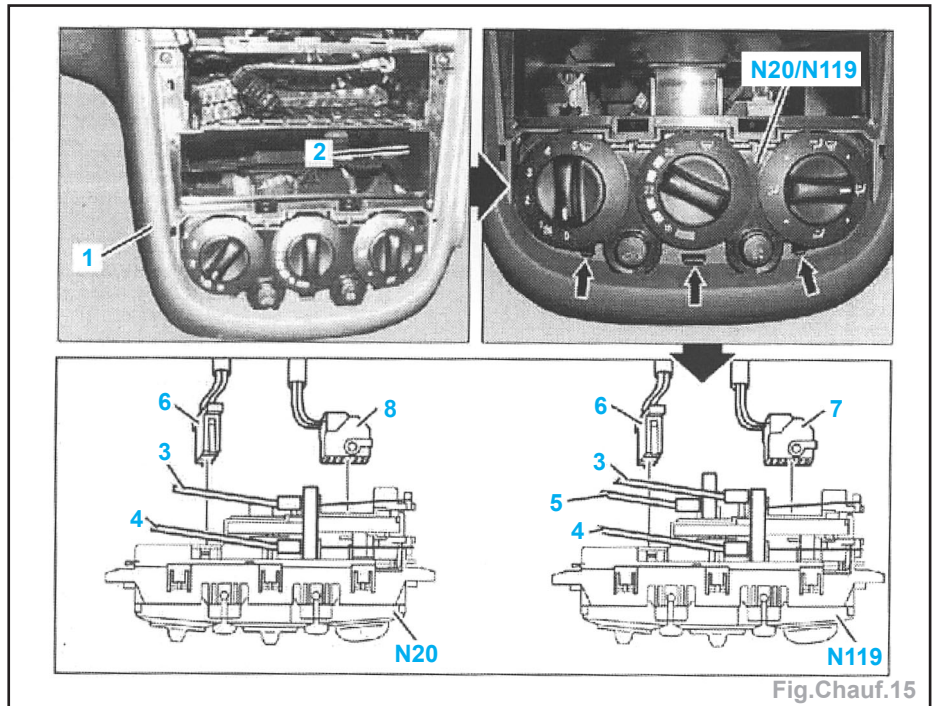

Fig. Chauff. 15
- Déposer (Fig. Chauff. 15) :
- le recouvrement (1) de console centrale à l'avant,
- le raidisseur de console (2).